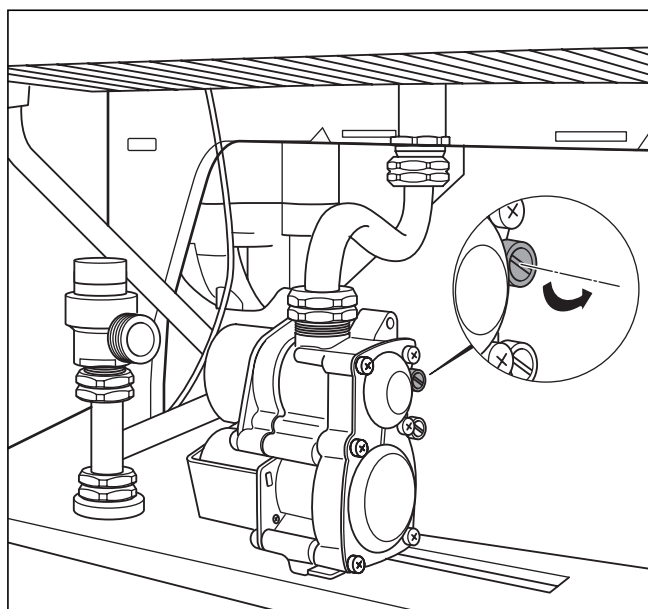

Fig. 6.4 Bocchettoni per la misurazione della pressione del bruciatore
- Svitare la vite di tenuta del bocchettone per la misurazione della pressione del bruciatore (vedere Fig. 6.4